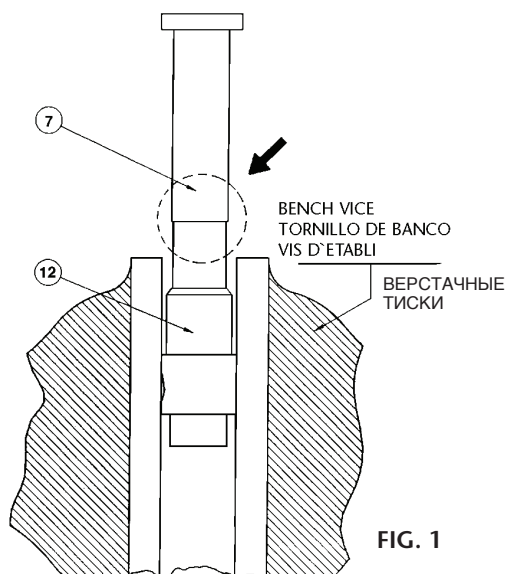

FIG. 1
1. Realice la conexión a la red de suministro aplicando sellador de juntas en la rosca 1/4" de unión entre la manguera y la rótula de la pistola (Fig. 1).
Hold the upper semibody (12) with a bench vice (fig. 1) placing in the outlet connector seat a bar which would prevent the piece from swivelling between the vice jaws.
Unscrew the lower semibody with a STILSON wrench (apply at point indicated in fig. 1).
Apriete el semicuerpo superior (12) con un tornillo de banco (fig. 1), colocando en el alojamiento del racor de salida una varilla que impida el giro de la pieza en las mordazas del tornillo.
Desenrosque el semicuerpo inferior aplicando una llave STILSON (justo en el punto indicado en la fig. 1).
Spannen Sie den oberen Halbkörper (12) in einen Schraubstock ein (fig. 1), wobei Sie eine dünnen Stab in dem Sitz des Ausströmstutzens anbringen, der es verhindert, dass sich die Teile in den Spannbacken des Schraubstocks drehen.
Schrauben Sie den unteren Halbkörper unter Verwendung eines STILSON-Schlüssels (genau an dem angezeigten Punkt der fig. 1 ab).
Serrer le semicorps supérieur (12) avec une vis d'établi, fig. 1 en plaçant dans le logement du raccord de sortie une tige qui empêchera la pièce de tourner entre les dents de la vis.
Dévisser le semicorps inférieur en utilisant une clef STILSON (juste à la hauteur du point indiqué en fig.1).
Зажать верхний полукорпус (12) в верстачных тисках (рис. 1), вставив стержень в седло выходного разъема, чтобы не допустить вращения устройства между щеками тисков. Отвинтить нижний полукорпус с помощью ключа STILSON (ключ следует установить в месте, указанном на рисунке 1).